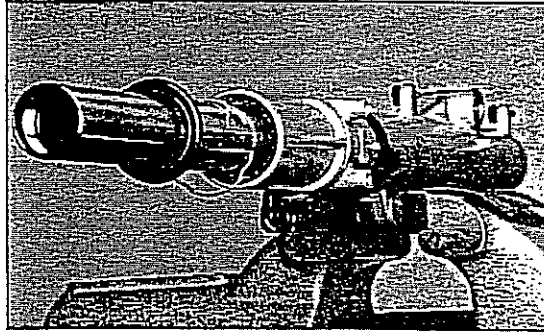

Bild 130
- Staubmanschette, wie in Bild 129 gezeigt, entfernen und Anschlag-Federring aushebeln. Siehe Bild 130.